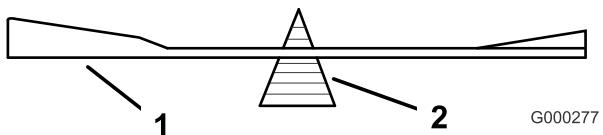

Figure 101
2. Vérifiez l'équilibre de la lame en la plaçant sur un équilibrEUR (Figure 101). Si la lame reste horizontale, elle est équilibrée et peut être utilisée. Si la lame est déséquilibrée, limez un peu l'extrémité de la partie relevée seulement (Figure 102). Répétez cette procédure jusqu'à ce que la lame soit équilibrée.